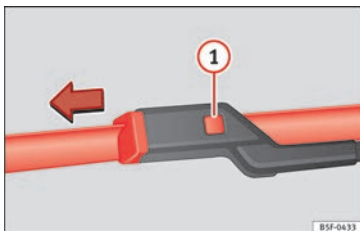

Fig. 79 Udskiftning af viskerblade til forruden
- Hold udløserknappen » Fig. 79 1 nede, og træk samtidig viskerbladet af i pilens retning.